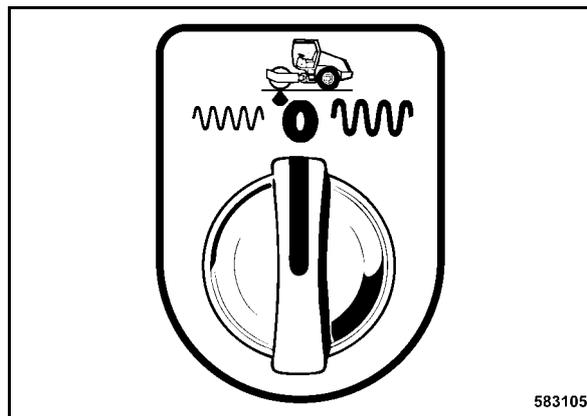

Рис. 69
- По окончании работы переключить поворотный выключатель вибрации, поворотный выключатель выбора амплитуды (Рис. 69) в положение "0".